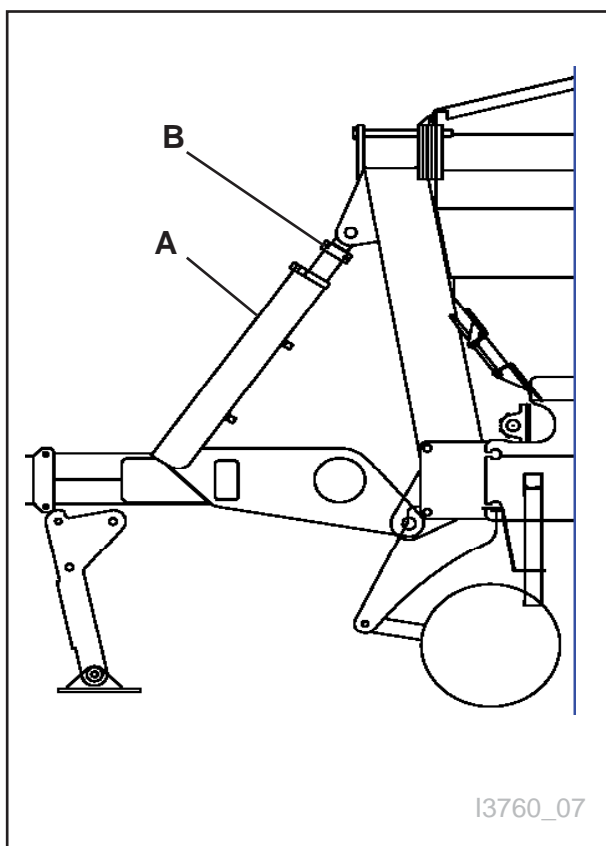

Fig. 39
La profondeur de plantation est décidée par l'ajustement du cylindre de la barre extensible (A) à la longueur recommandée. Ceci peut être fait mécaniquement en verrouillant l'écrou ajustable (B) sur le cylindre en certaine position. Ce processus donnera la même profondeur de plantation chaque fois que la machine est abaissée sur le cylindre de la barre extensible. **Fig. 39**